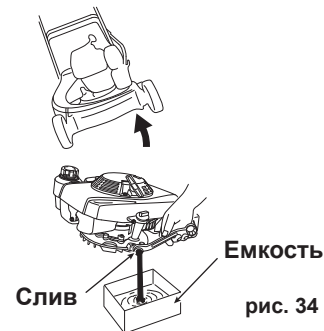

рис. 34
2. Слейте масло из сливного отверстия. (См.Рис. 34)